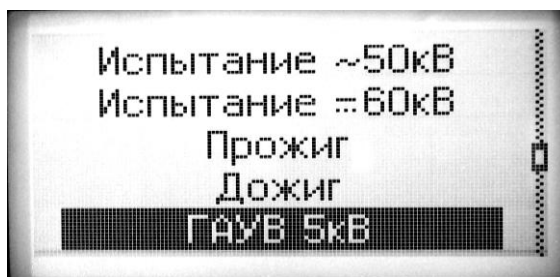

Рис. 19.
6.9.5. Нажимая кнопки «▲» или «▼» БУ выбрать строку меню «ГАУВ 5кВ» (рис. 19).